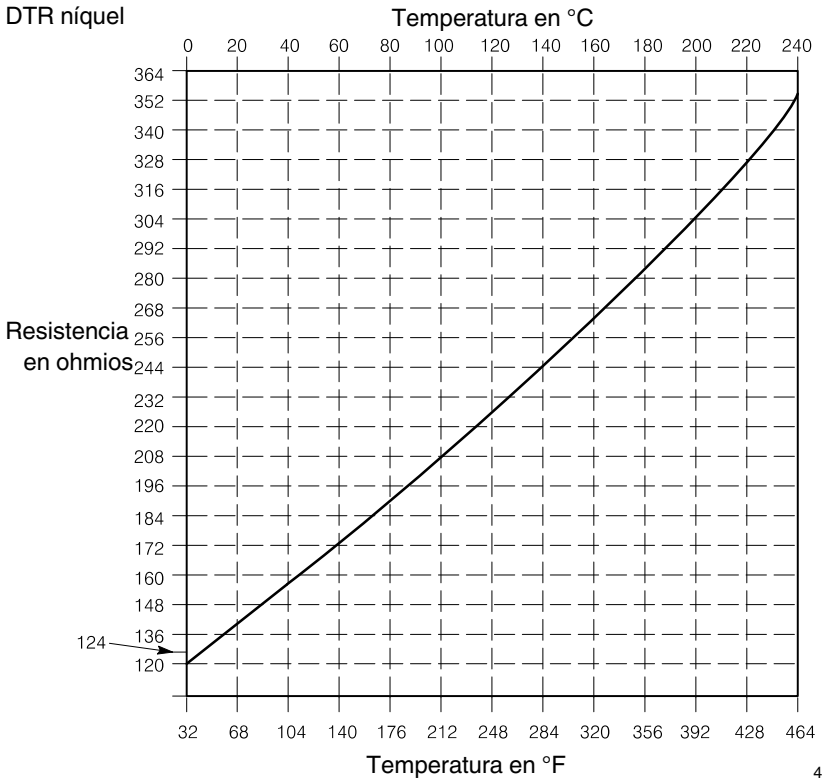

Figura 15: Resistencia RTD frente a temperatura
5. Ver la figura 15 para determinar la resistencia correcta del RTD basándose en la temperatura conocida. Comparar los valores de la resistencia esperada y los de la resistencia medida: